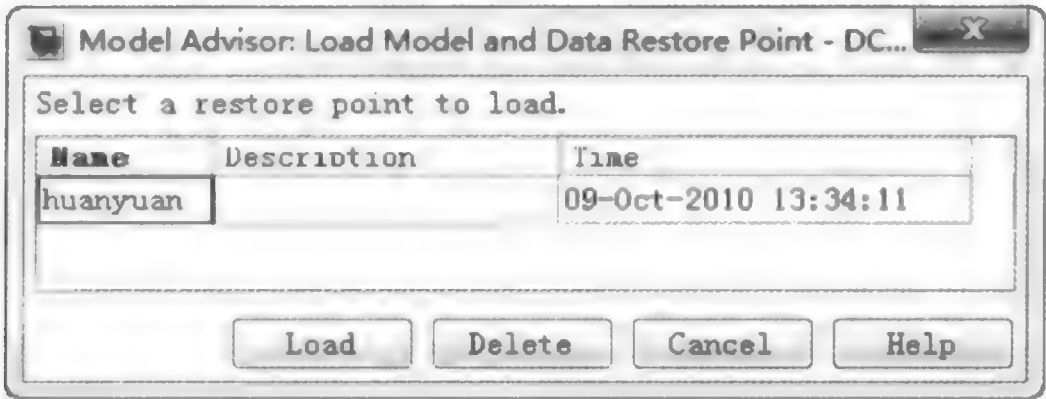

图 9.5.50 导入还原点
(2) 导入还原点。
- ① 选择 Model Advisor 窗口菜单项 File→Load Restore Point。
- ② 对话框列出所有的还原点名称、描述、保存时间,用户可据此选择需要的还原点(图9.5.50)。
- ③ 单击 Load 按钮,在后续出现的确认对话框中继续单击 Load 按钮,完成还原。